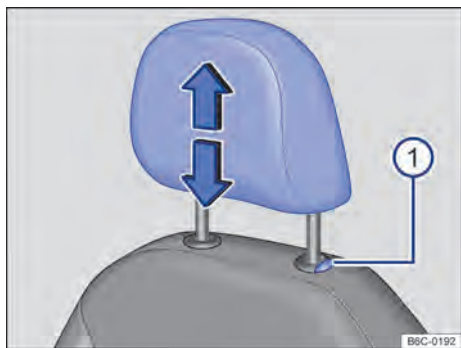
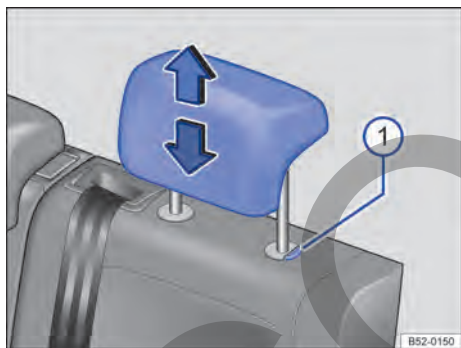

Fig. 67 Apoyacabezas delantero: ajustar.
Fig. 68 Apoyacabezas trasero: ajustar.
- Mover el apoyacabezas hacia arriba o hacia abajo, en el sentido de la flecha, presionando el botón → fig. 67 ① o → fig. 68 ① presionando → ▲ en *Introducción al tema* de la pág. 85.